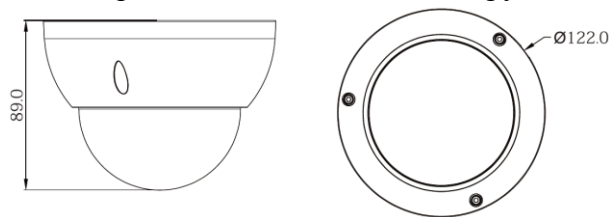

Рисунок 5.1
5.2 Выберите место крепления камеры с учетом габаритных размеров (рис. 5.1) и удобства работы с монтажным инструментом.